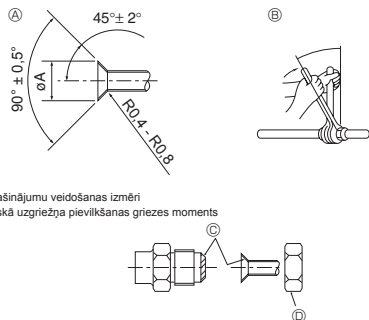

Fig. 5-1
Ⓐ (Fig. 5-1)
Ⓑ (Fig. 5-1)
5.2. Cauruļu savienošana (Fig. 5-1)